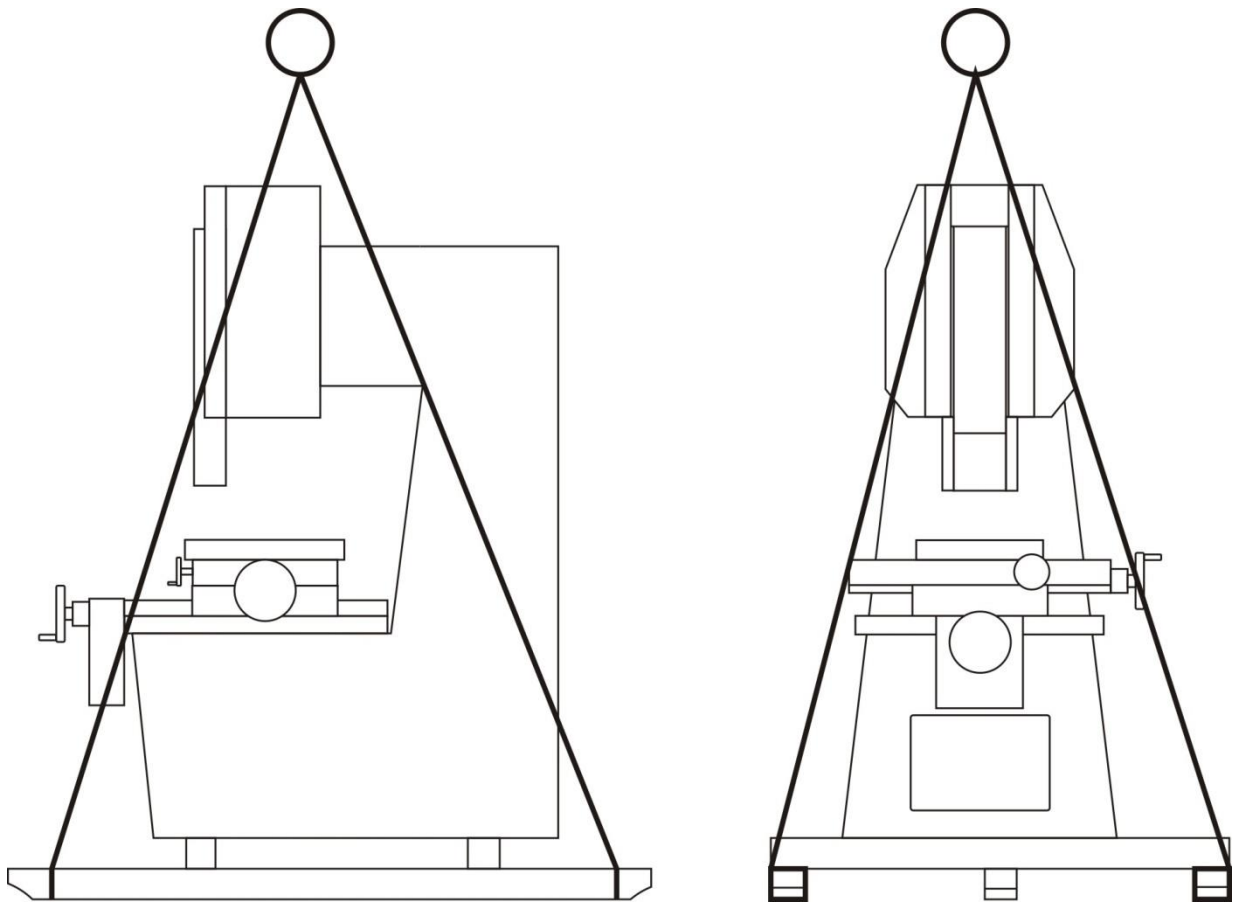

fig. 6
1. Con gru, passando le funi come mostrato in fig. 6.